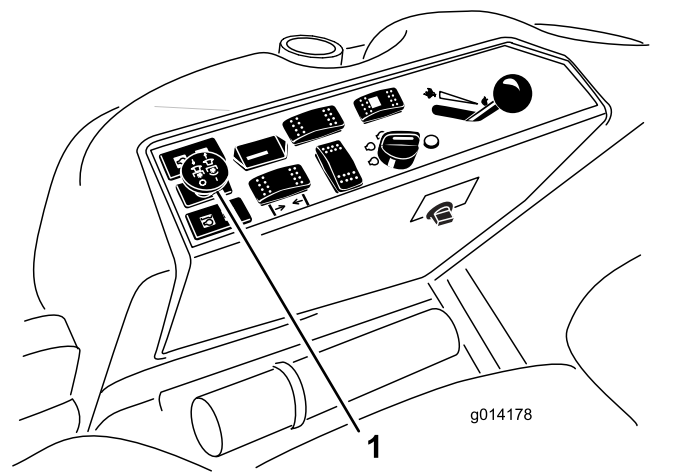

図 25
3. PTO スwitchを引くと PTO が作動を開始する 図 25。